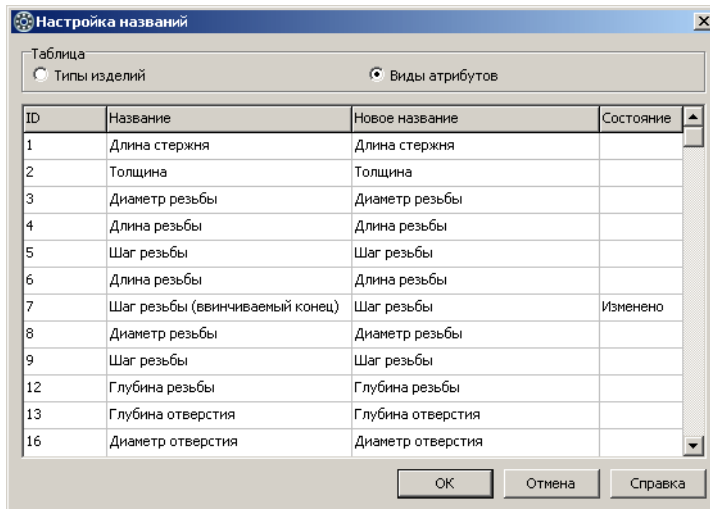

Рис. 6.1.
1. Вызовите из главного меню команду **Сервис – Настройка индексной базы**. Откроется окно **Настройка названий**, в котором показано содержимое таблицы *Виды атрибутов* (рис. 6.1).